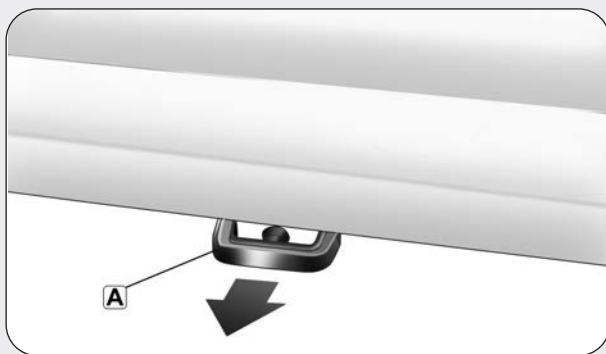

Abb. 20
**Entleeren des Abwassertanks (Abb. 20)**